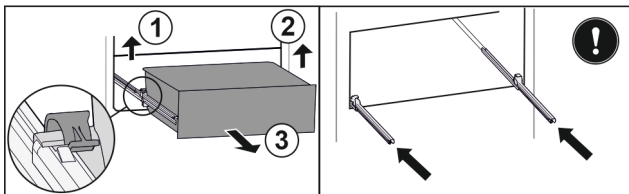

Fig. 40
- Повдигнете лявата скоба и едновременно с това изтеглете напред чекмеджето отляво. Fig. 40 (1)
- Повдигнете дясната скоба и едновременно с това изтеглете напред чекмеджето отдясно. Fig. 40 (2)
- Извадете чекмеджето напред. Fig. 40 (3)